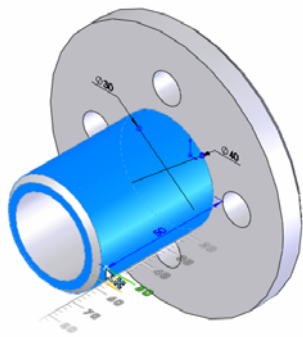

图 6-74 拖动修改控标
③ 通过控标修改特征。拖动距离为 5 的修改光标，调整拉伸的长度，如图 6-74 所示。